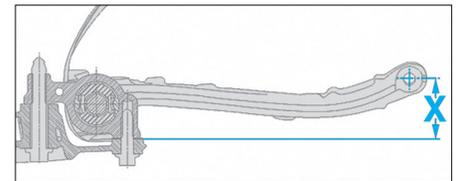

Fig. 9
- Positionner le triangle inférieur (X) = 58 ± 5 mm avant de serrer les vis de fixation inférieure du triangle et la biellette de barre stabilisatrice (Fig.9).
- Positionner le triangle inférieur (X) =  $58 \pm 5$  mm avant de serrer les vis de fixation inférieure du triangle et la biellette de barre stabilisatrice lors de la repose du berceau (Fig.9).
- Positionner le triangle inférieur (X) =  $58 \pm 5$  mm avant de serrer les vis de fixation inférieure du triangle et la biellette de barre stabilisatrice (Fig.9).
- Positionner le triangle inférieur (X) = 58 ± 5 mm avant de serrer la vis de fixation inférieure du triangle sur le pivot (Fig.9).